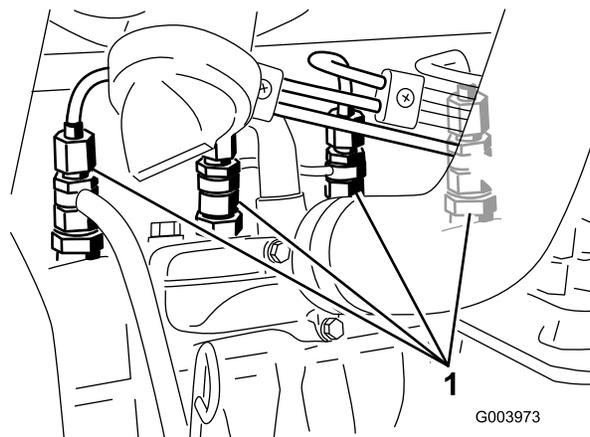

Рисунок 56
1. Ослабьте соединение трубки к соплу № 1 и держателю в сборе (Рисунок 56).